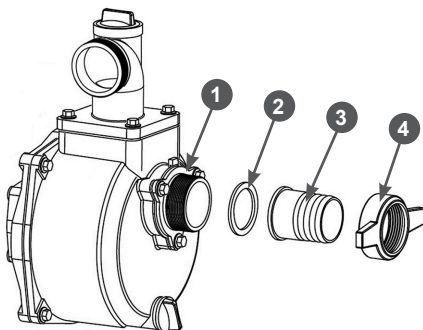

Рис. 10. Установка патрубка всасывающего рукава
1. Установите патрубок 3 через уплотнительное кольцо 2 к впускному (всасывающему) фланцу 1 насоса и плотно затяните гайку 4 патрубка (Рис. 10).